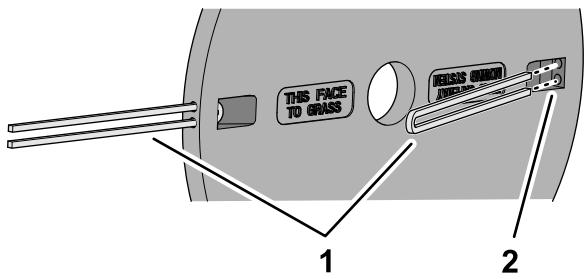

Рисунок 26
- Замените имеющиеся режущие лески 2 отрезками одинаковой длины новой режущей лески, как показано на Рисунок 26.